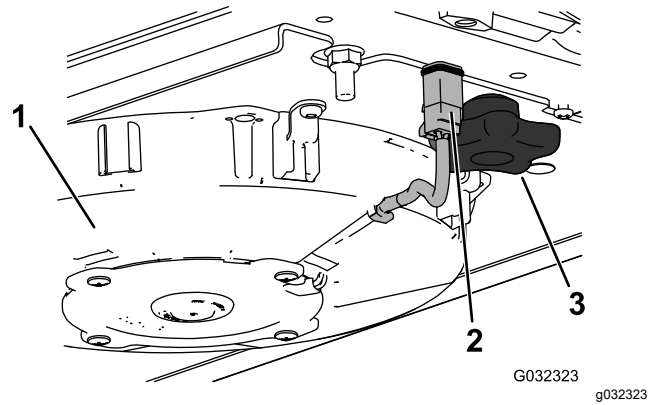
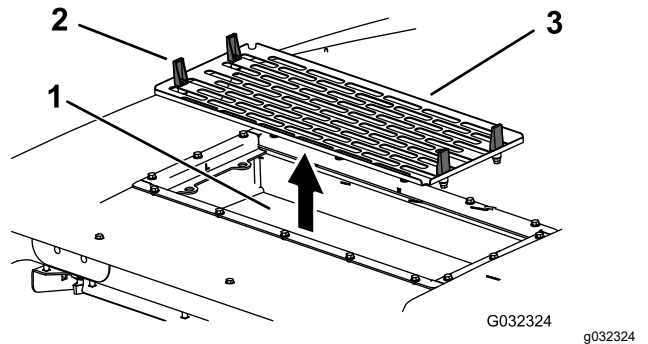

Figura 100
Figura 101
6. Instale los filtros de aire, la rejilla y el conjunto del ventilador (Figura 98, Figura 100 y Figura 101).
7. Conecte el cable de cada ventilador (Figura 100).